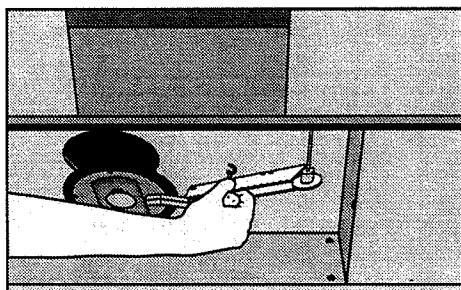

Fig. 6
2. Fatta strypdonet enl. fig. 6 och tryck det mot spiskåpans baksida.